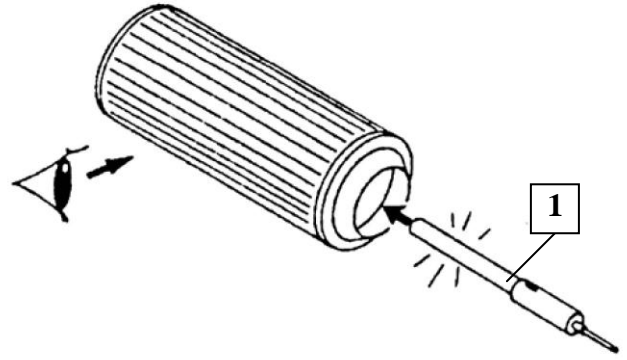

Рис. 6 Визуальный осмотр основного фильтрующего элемента
Каждую складку бумажного гофра с помощью подходящей лампы (1) нужно исследовать на наличие разрывов и отверстий (см. Рис. 6). Чтобы можно было заметить самые маленькие повреждения, осмотр следует проводить не под прямыми солнечными лучами, а в затемненном помещении.